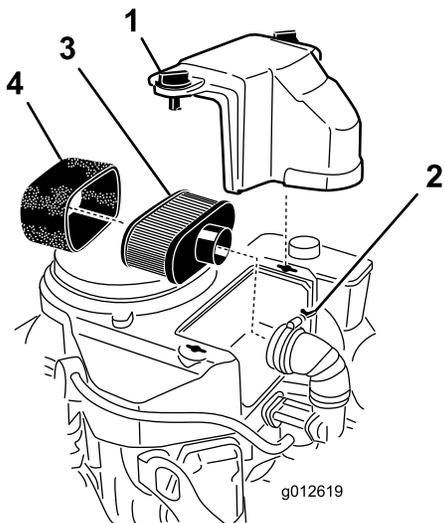

Рисунок 30
3. Очистите зону вокруг воздухоочистителя, чтобы в двигатель не попали загрязнения, которые могут его повредить (Рисунок 30).
4. Отверните ручки крышки и снимите крышку воздухоочистителя (Рисунок 30).
- Отверните шланговый хомут и снимите узел воздухоочистителя (Рисунок 30).
- Осторожно снимите элемент из пеноматериала с бумажного элемента (Рисунок 30).
Внимание: Не следует чистить бумажный фильтр; замените его (Рисунок 30).
- Осторожно наденьте элемент из пеноматериала на бумажный элемент воздухоочистителя (Рисунок 30).
- Установите воздухоочиститель в сборе на его основание и закрепите с помощью 2 барашковых гаек (Рисунок 30).
- Установите на место крышку воздухоочистителя и затяните ручку крышки (Рисунок 30).